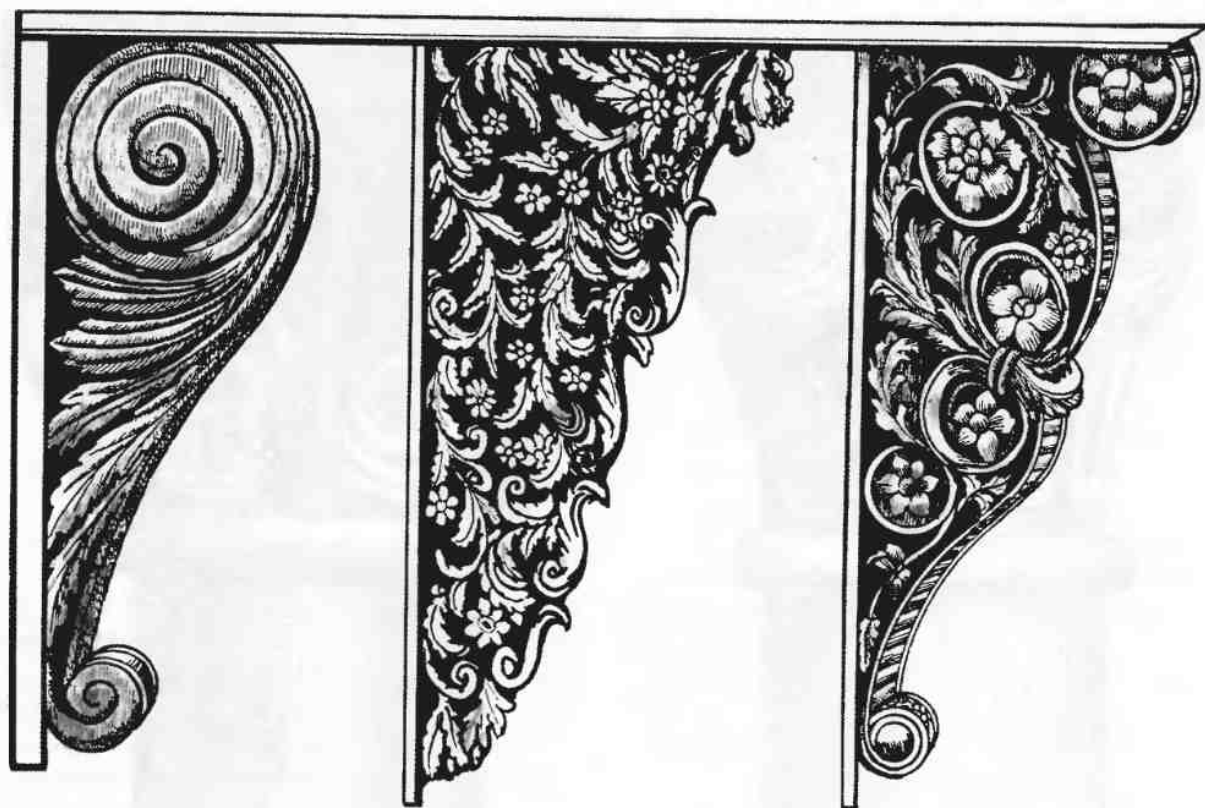

Рис. 581. Примеры резных кронштейнов
**Кронштейн** — консольная опорная деталь, в простейшей конструкции представляет собой жесткое соединение трех брусков (стержней) в форме прямоугольного треугольника, крепится к стене, колонне, стойке, корпусу мебели и т.д. В резьбе по дереву кронштейн используется как декоративная резная деталь (рис. 581). Фигурный, резной кронштейн под карнизом называется модульон.